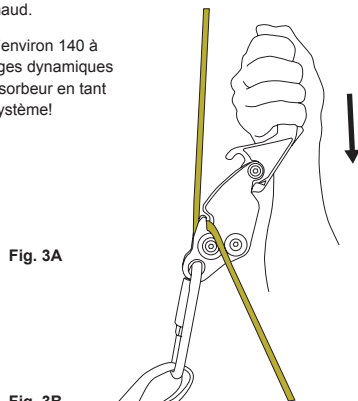

Fig. 3A
6. Commencez à descendre en utilisant le **SMARTLINE X**, fig. 3A.